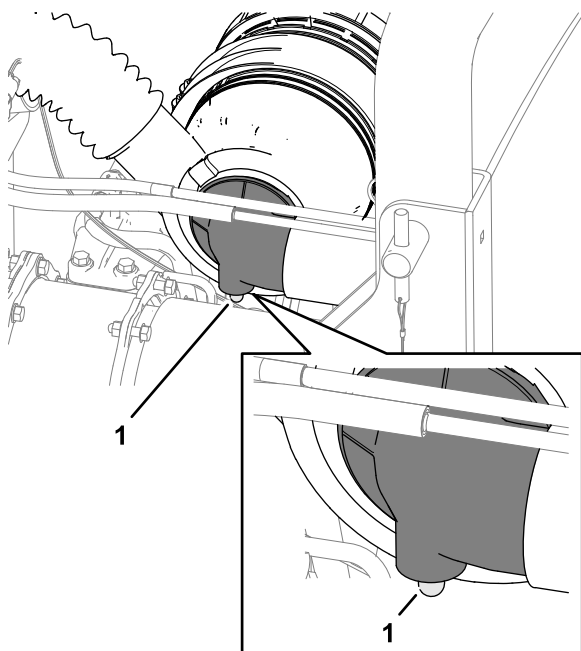

Figure 52
2. Contrôlez l'indicateur de colmatage du filtre (Figure 52).
Remarque: Faites l'entretien du préfiltre si l'indicateur de colmatage (Figure 52) est rouge. Le remplacement fréquent du filtre à air accroît le risque de contamination du moteur par des impuretés quand le filtre est déposé.